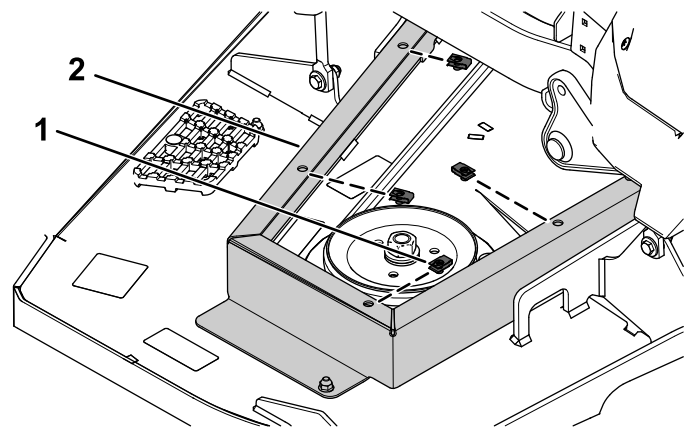

**Figura 7**
2. Prenda o resguardo de montagem da polia esquerda na plataforma do cortador utilizando o parafuso de cabeça de tremço previamente removido (5/16 pol. x 3/4 pol.) e porca flangeada (5/16 pol.) e novo parafuso de cabeça flangeada (5/16 pol. x 3/4 pol.) e porca flangeada (5/16 pol.) como se mostra na **Figura 7**.